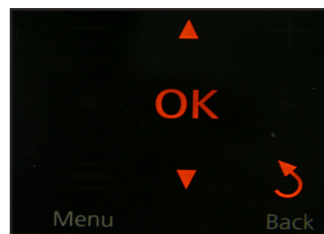

рис. 26
2. На панели принтера нажимаем на кнопку “OK” (рис. 26)
5. В завершении процедуры обнуления уровня чернил нажмите на кнопку “OK” (рис. 26)